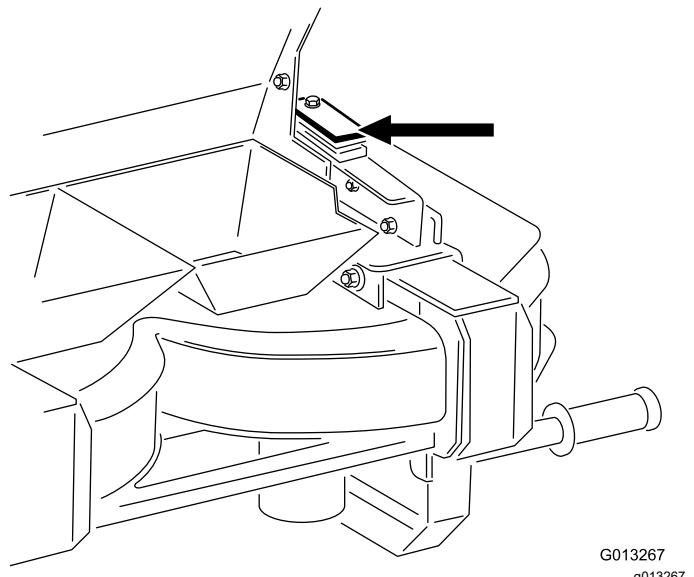

Figure 2
1. Si vous prévoyez d'utiliser un Twin Spinner (double disque) sur le même topdresser, retirez l'entretoise en plastique supérieure ($\frac{3}{8}$ ") comme montré à la Figure 2, ainsi que la rondelle métallique ($\frac{1}{4}$ "), et remplacez-les par les entretoises en plastique et en métal fournies. Cela permet aux plaques des longerons montées précédemment de rester en place lorsque vous montez un Twin Spinner ou un kit bande transporteuse et orientation.